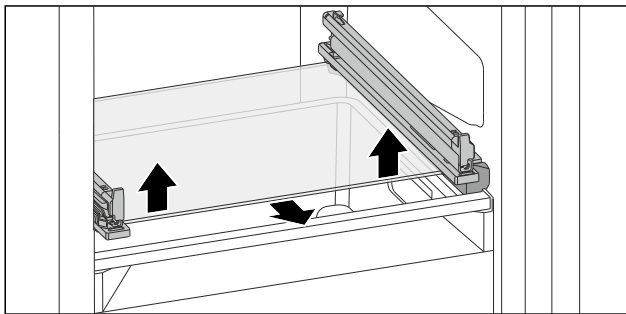

Fig. 131 可倾斜抽屉的玻璃隔板
- ▶ 从下方两侧向上推玻璃隔板。(参见 Fig. 131)